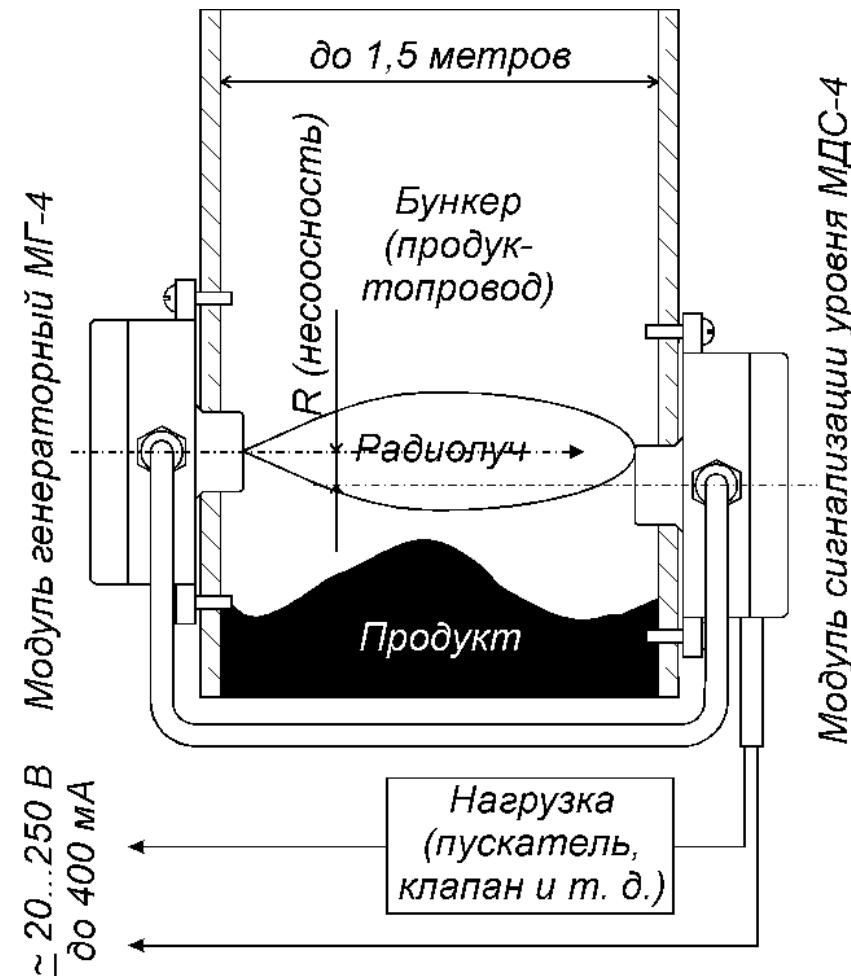
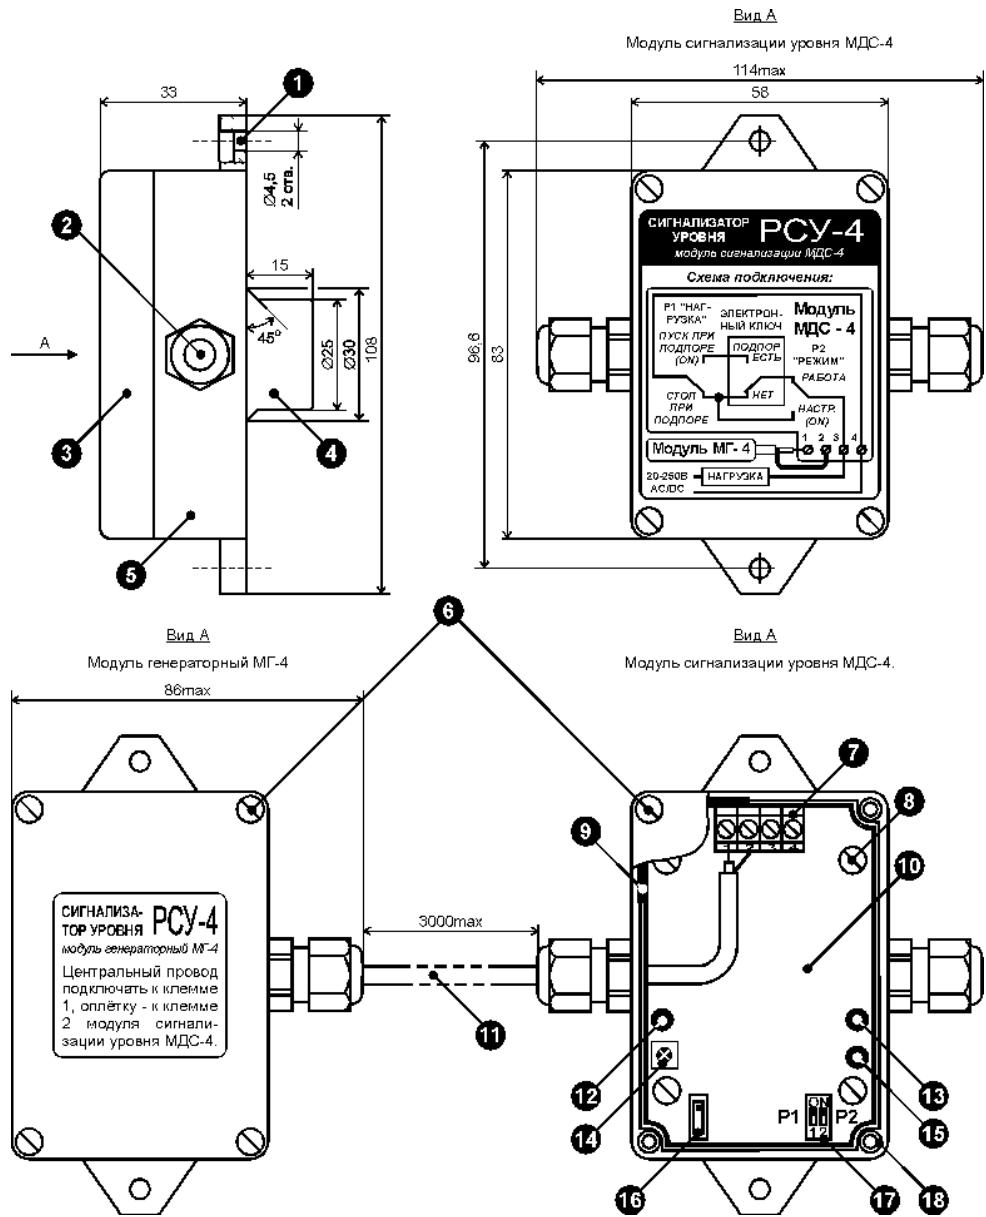

Рис. 1. Принцип действия сигнализатора уровня РСУ-4.
Рис. 2. Конструкция сигнализатора уровня РСУ-4.
Принцип действия сигнализатора основан на ослаблении амплитуды радиосигнала, проходящего сквозь слой контролируемого продукта (рис. 1).
Сигнализатор уровня РСУ-4 состоит из модуля генераторного МГ-4 и модуля сигнализации уровня МДС-4 (рис. 2). Модули собраны в одинаковых корпусах (поз. 5). Корпус через уплотнитель (поз. 9) закрывается крышкой (поз. 3), которая фиксируется четырьмя винтами (поз. 6). Винты вворачиваются в резьбовые втулки (поз. 18), запрессованные в корпус. Для крепления корпуса предусмотрено два отверстия (поз. 1). На боковых стенках модулей установлены кабельные вводы (поз. 2): один на модуле МГ-4 и два - на модуле МДС-4. При монтаже модулей на бункер (продуктопровод) используются вставки полиуретановые ВПУ-15 (поз. 4). Электрическое соединение модулей между собой производится с помощью коаксиального кабеля (поз. 11) длиной 3 метра: кабель является составной частью модуля МГ-4. Вставки ВПУ-15 и коаксиальный кабель входят в комплект поставки.
б) переключатель «Порог» (поз. 16). Установка этого переключателя в верхнее по рис. 2 положение снижает чувствительность РСУ-4, позволяя использовать его на продуктопроводах небольшого сечения (минимальное расстояние между модулями МГ-4 и МДС-4 – 10 см).
Переключатель Р1 определяет логику работы РСУ-4. В нижнем по рис. 2 положении сигнализатор будет «замкнут» при отсутствии продукта в точке установки, «размыкая» цепь нагрузки при подпоре. Если переключатель Р1 установлен в верхнее положение (положение «ON»), то логика работы меняется на противоположную: при подпоре РСУ-4 «замыкается», включая внешнюю цепь.
Переключатель Р2 используется только при настройке сигнализатора. Если установить его в верхнее по рис. 2 положение (положение «ON»), то независимо от наличия / отсутствия подпора РСУ-4 всегда «замкнут» (если Р1 находится в нижнем по рис. 2 положении) или всегда «разомкнут» (если Р1 находится в положении «ON»). После окончания настройки Р2 необходимо установить в нижнее положение.
Монтаж сигнализатора необходимо проводить в строгом соответствии с рис. 1. Место установки должно располагаться там, где поток продукта не перекрывает трассу распространения радиолуча. В местах установки модулей следует обеспечить параллельность противоположных стенок бункера (продуктопровода).
Установочные отверстия для модулей должны (по возможности) располагаться соосно: это повысит чувствительность РСУ-4 и позволит сигнализатору работать при более толстых слоях налипания. Несоосность установки (R на рис. 1) не должна превышать 10% от ширины или диаметра бункера (продуктопровода).
Проверка работоспособности и настройка изделия производятся после монтажа, непосредственно на контролируемом объекте. Схема подключения сигнализатора изображена на рис. 1 и крышке модуля МДС-4. Расположение органов регулировки и индикаторов показано на рис. 2.
3. Установить переключатель Р1 «Нагрузка» в требуемое положение. Если при подпоре необходимо отключать цепь нагрузки, то Р1 должен быть установлен в нижнее по рис. 2 положение. Если при подпоре следует включать внешнюю цепь (например, запускать механизмы выгрузки продукта из бункера), то Р1 следует установить в верхнее положение (положение «ON»).
5. Установить переключатель «Порог» в нижнее по рис. 2 положение («Высокая чувствительность»).
- б) перевести переключатель «Порог» в верхнее по рис. 2 положение («Низкая чувствительность»).
11. Установить переключатель Р2 «Режим» в нижнее по рис. 2 положение («Работа»).